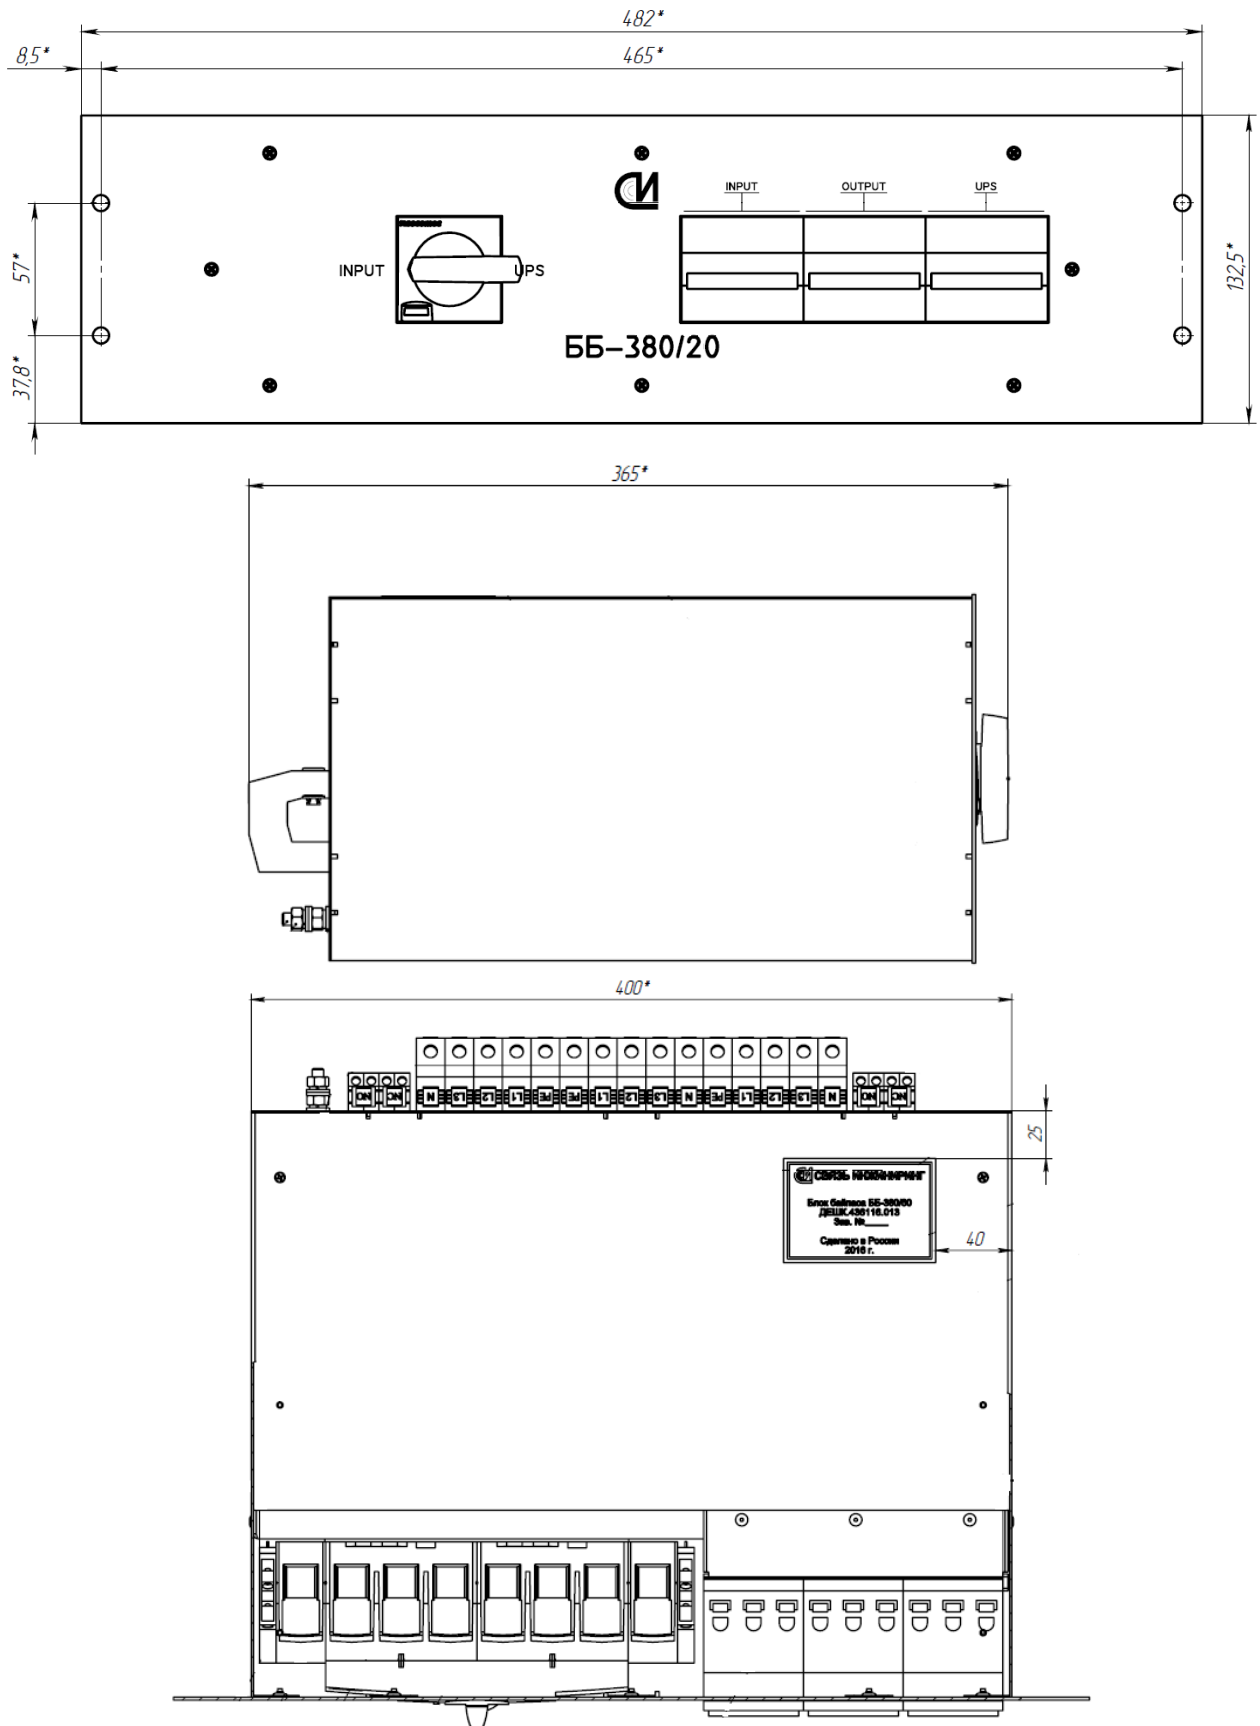

Рис. 1.
2.6 Общий вид и габаритные размеры блока байпаса ББ-380/20 приведен на рис.1.
5.1 Конструктивно блок байпаса ББ-380/20 выполнен в виде съемного блока (крейта) прямоугольной формы с присоединительными и установочными размерами, соответствующими ГОСТ 28601-90. Общий вид и габариты блока байпаса ББ-380/20 приведены на рис.1.